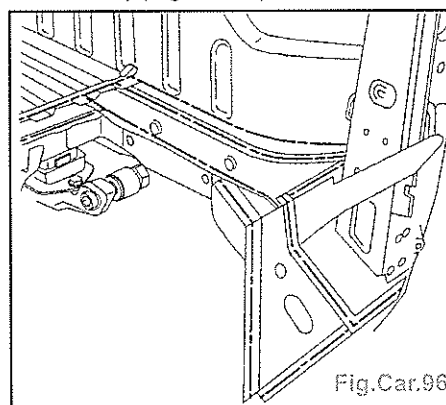

Fig.Car.96
- Préparer les bords d'accostage et les protéger par un apprêt soudable (référence C7) (Fig.Car.96).